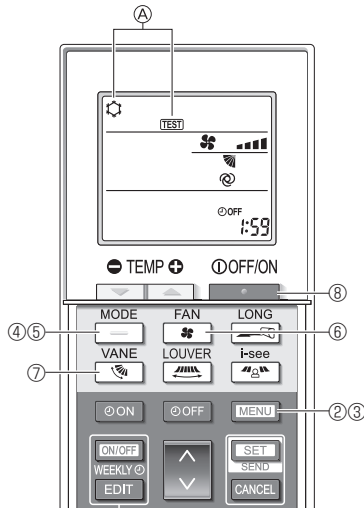

Fig. 7-9
- ① Mettez l'appareil sous tension au moins 12 heures avant l'essai de fonctionnement.
- ② Appuyez sur la touche **MENU** pendant 5 secondes. (Fig. 7-9)
La mention **A** [TEST] et le mode de fonctionnement en cours sont affichés. (Fig. 7-9)